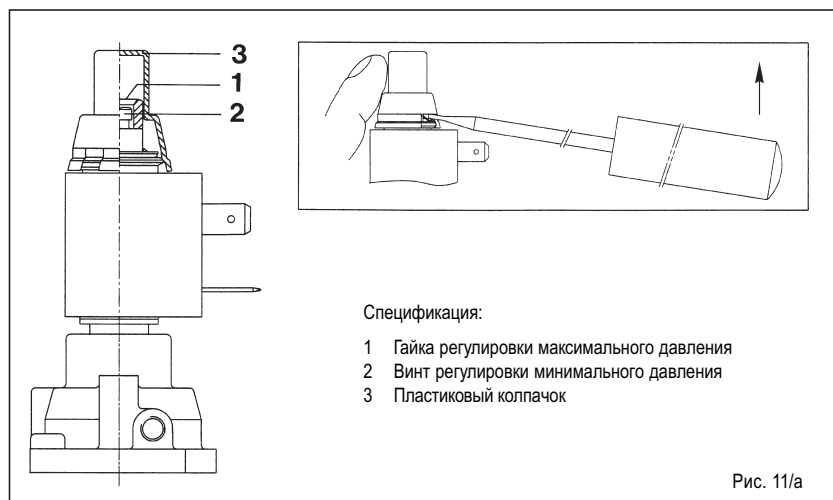

Рис. 11/а
4.2.1 Установка максимального давления (Рис. 11)
4.2.2 Установка минимального давления (Рис. 11)
4.3.1 Установка максимального давления (Рис. 11/а)
4.3.2 Установка минимального давления (Рис. 11/а)